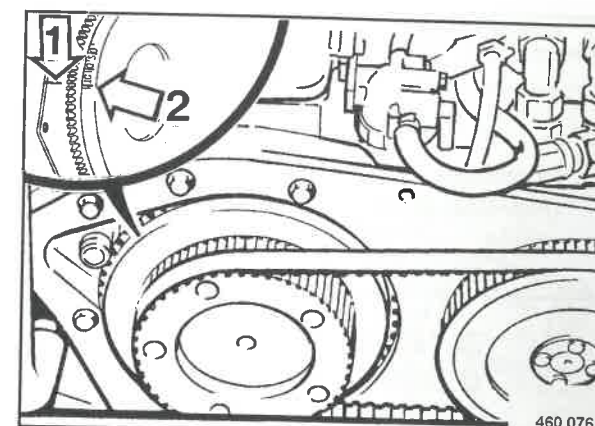

Fig. 128
- Far coincidere la marcatura "1TC" 2 (Fig. 128) sul volano a disco e la marcatura (1) sulla scatola.